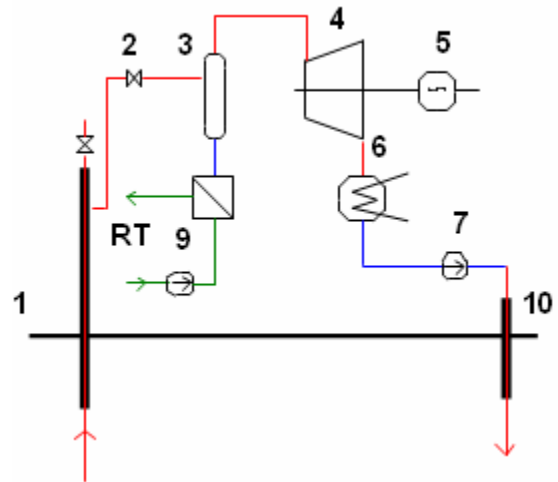

Figura 5.7
- cu apă supraîncălzită, cu o treaptă de destindere și instalație de termoficare, figura 5.7 ;